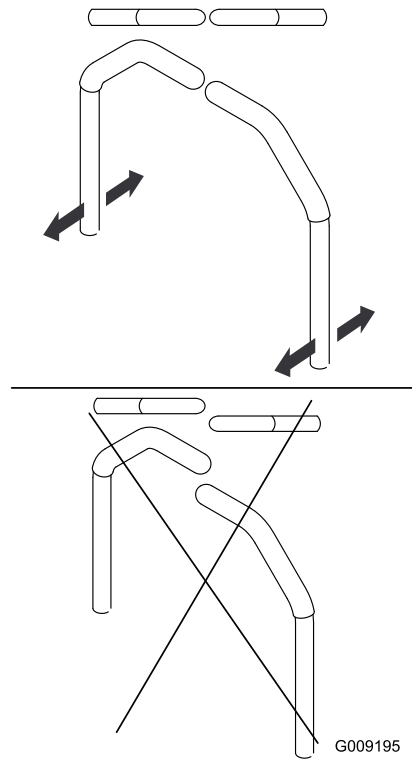

Figura 59
3. Ajuste la posición delante/detrás de las palancas acercándolas a la posición de PUNTO MUERTO y deslizándolas hasta que queden alineadas (Figura 59).